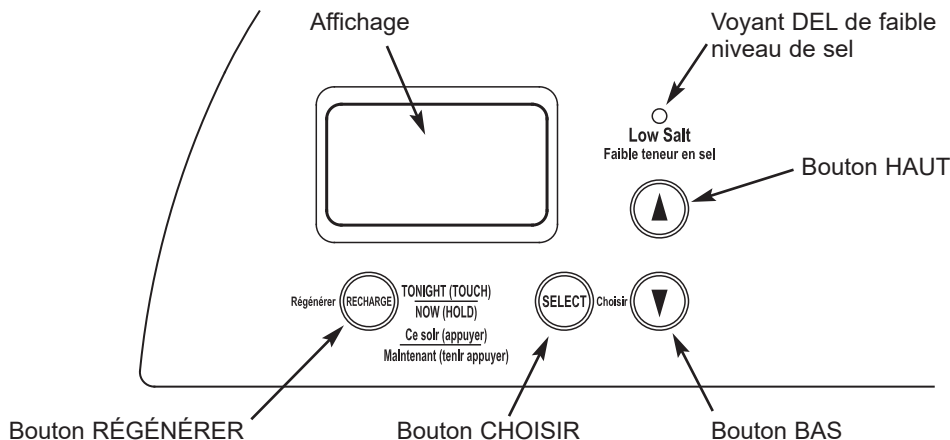

FIG. 16
5. Amorcez la régénération en appuyant le bouton RÉGÉNÉRER pendant 3 secondes (voir la figure 16 à la page 12). Le moteur de la soupape se met en marche et la soupape avance en position « Remplir ».